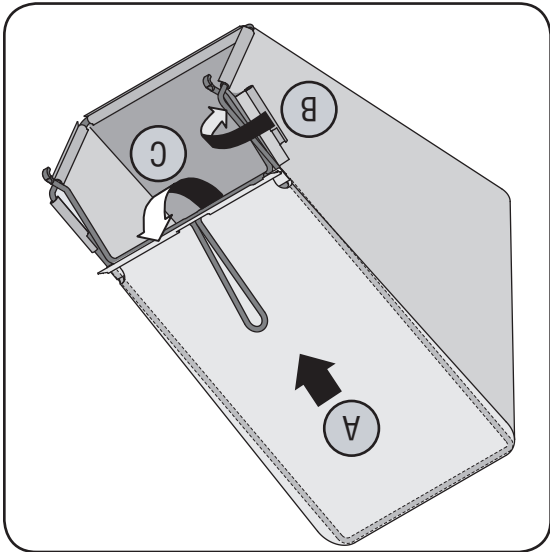

Figure 6
- Glissez le sac sur l'armature (côté en plastique noir sur le dessous). Enfoncez les crochets de l'armature dans les trous des glissières en plastique du sac à herbe. Voir la Figure 6.
- Attachez le sac sur l'armature en accrochant les glissières sur l'armature, comme à la Figure 6. Toutes les glissières en plastique, sauf celle du dessus du sac, s'accrochent de l'extérieur du sac. Le haut du sac s'attache de l'intérieur de celui-ci.